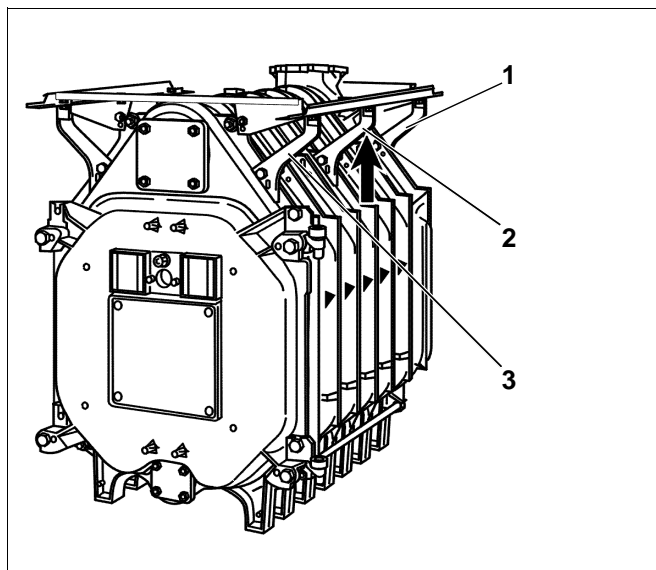

Fig. 39 Allineamento dei longheroni
- Mettere a livello i longheroni ed avvitare fissamente le mensole all'elemento anteriore risp. all'elemento posteriore (fig. 39, **pos. 1 e 3**).
- Spingere da sotto le mensole centrali (fig. 39, **pos. 2**) contro i longheroni ed avvitarle fissamente al blocco caldaia.